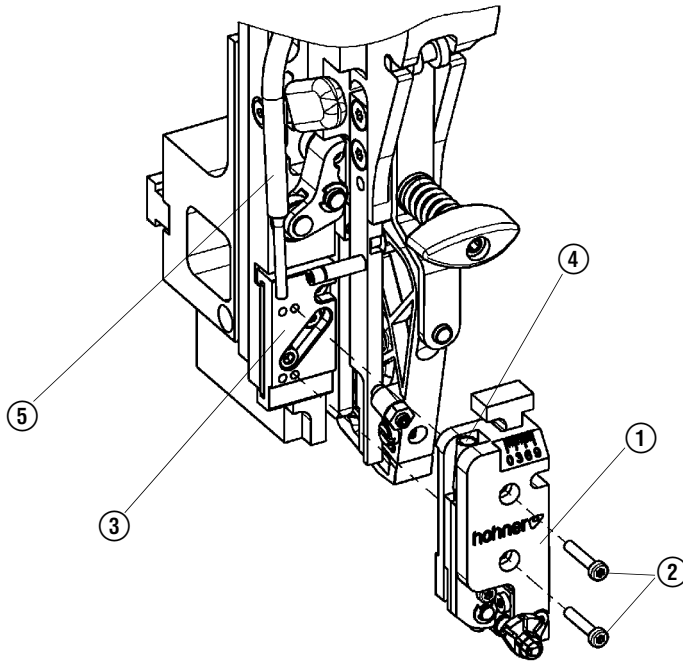
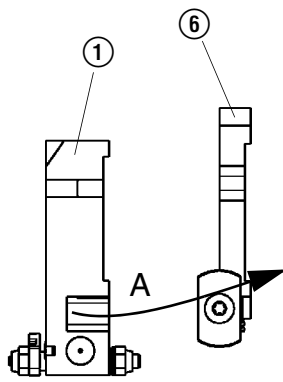
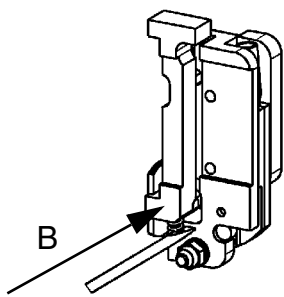

Abb. 29
Abb. 30
Abb. 32
- Abb. 29 -
- Zum Austausch der Messer Messerkasten ① durch Lösen der Schrauben ② von der Führung ③ abnehmen.
- Abb. 30 -
- Messerschieber ⑥ aus dem Messerkasten ① herausschieben (Pfeil A)
- Abb. 32 -
- Messerschieber ⑥ wieder in den Messerkasten ① einbauen (Pfeil B). Dabei Druckfeder des Messerschiebers mit einem Schraubendreher zusammendrücken und in den Messerkasten einschieben.
- Abb. 29-
- Drahtführungsrohr ⑤ in Bohrung ④ am Messerkasten stecken.
- Messerkasten ① auf die Führung ③ aufsetzen (Darauf achten - rechte Befestigungsgewinde für Normalklammer und linke Befestigungsgewinde für Ringösenklammer).
- Schrauben ② festziehen.